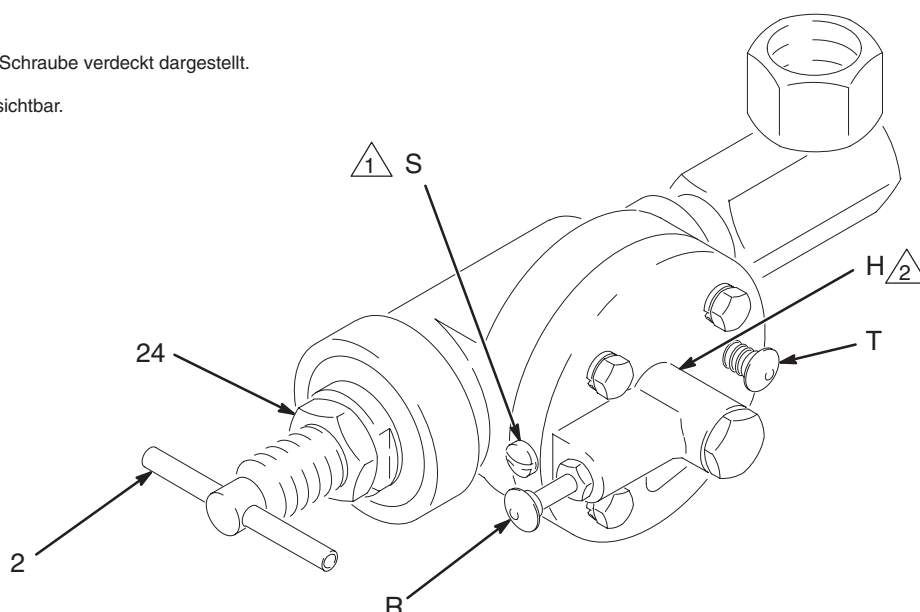

Abb. 2
Signalanschluß (siehe Abb. 2)
1. Lösen Sie die Stellmutter (24). Siehe Abb. 2.
2. Stellen Sie sicher, daß der T-Griff (2) bis zum Anschlag **gegen den Uhrzeigersinn** gedreht ist.